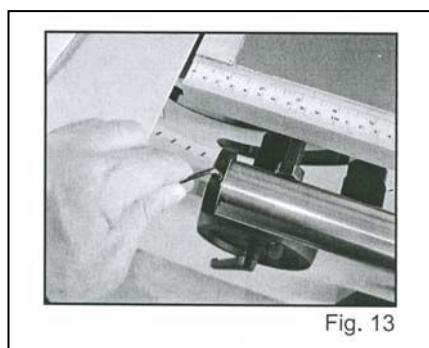

Fig. 13
5. Наденьте на штангу корпус линейки, затем наденьте на конец штанги, который обращен к подвижной каретке, регулировочное кольцо и закрепите кольцо установочным винтом (см. рис. 13).